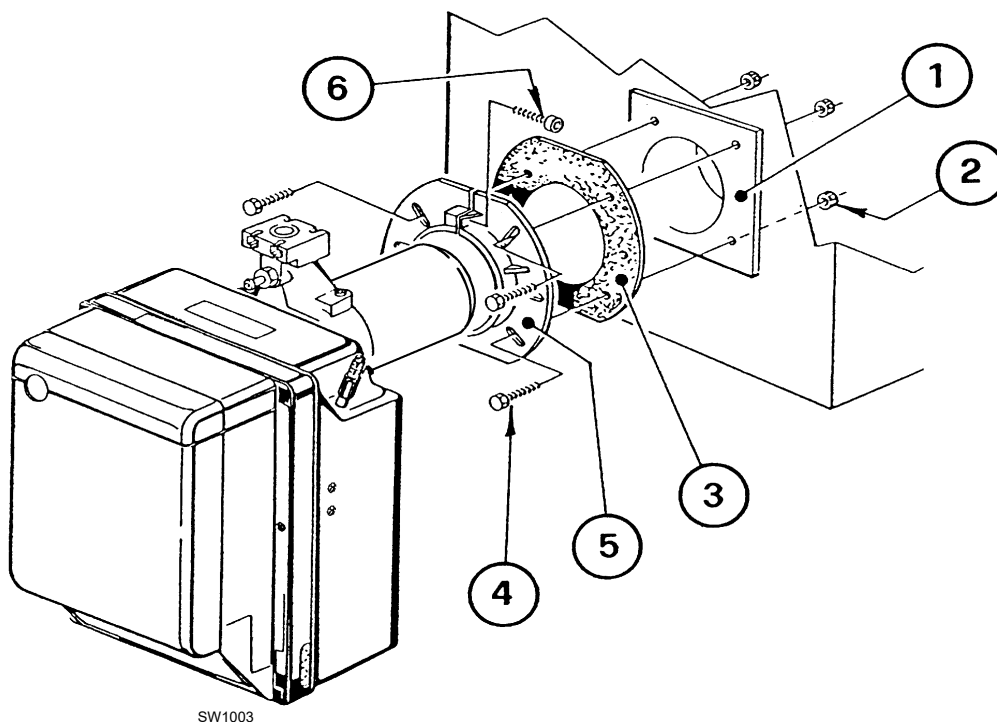

Fig. 10
- Fissare alla portina della caldaia 1)(Fig. 10) la flangia 5) interponendo lo schermo isolante 3) mediante le viti 4) e (se necessario) i dadi 2), ma tenendo allentata una delle due viti superiori 4).